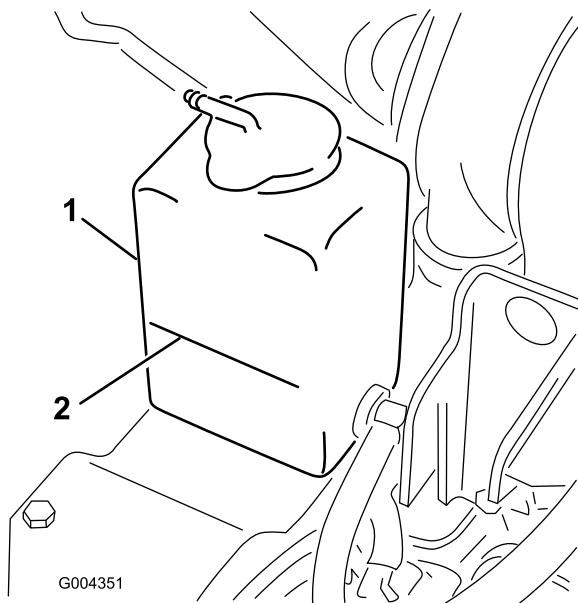

Figure 50
3. Vérifiez le niveau de liquide de refroidissement dans le vase d'expansion (Figure 50).
- I. Ajoutez du liquide de refroidissement dans le vase d'expansion jusqu'à ce qu'il atteigne le repère du plein sur le côté du vase (Figure 50).